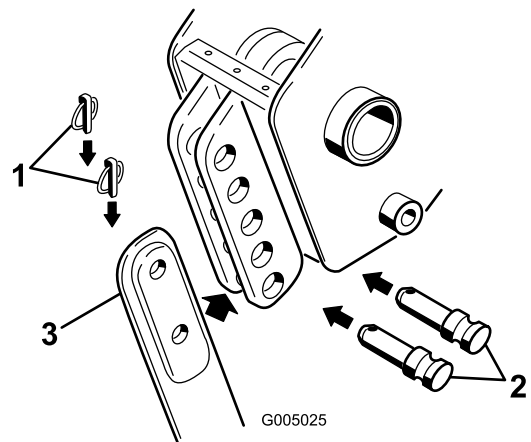

Figura 4
3. Retire los dos pasadores con anilla a presión de los pasadores del soporte de la cuchilla, luego retire los pasadores con anilla a presión (Figura 4) y la cuchilla existente (si está instalada).
4. Coloque la cuchilla nueva en su soporte y fíjelo a la profundidad deseada (cada cambio de taladro de montaje varía la profundidad en 7,6 cm), con los pasadores y los pasadores con anilla a presión que retiró anteriormente (Figura 4).
2. Retire el pasador de horquilla inferior y el pasador con anilla a presión que sujetan la cuchilla al arado (para retirar completamente la cuchilla, retire los pasadores superiores e inferiores Figura 4).